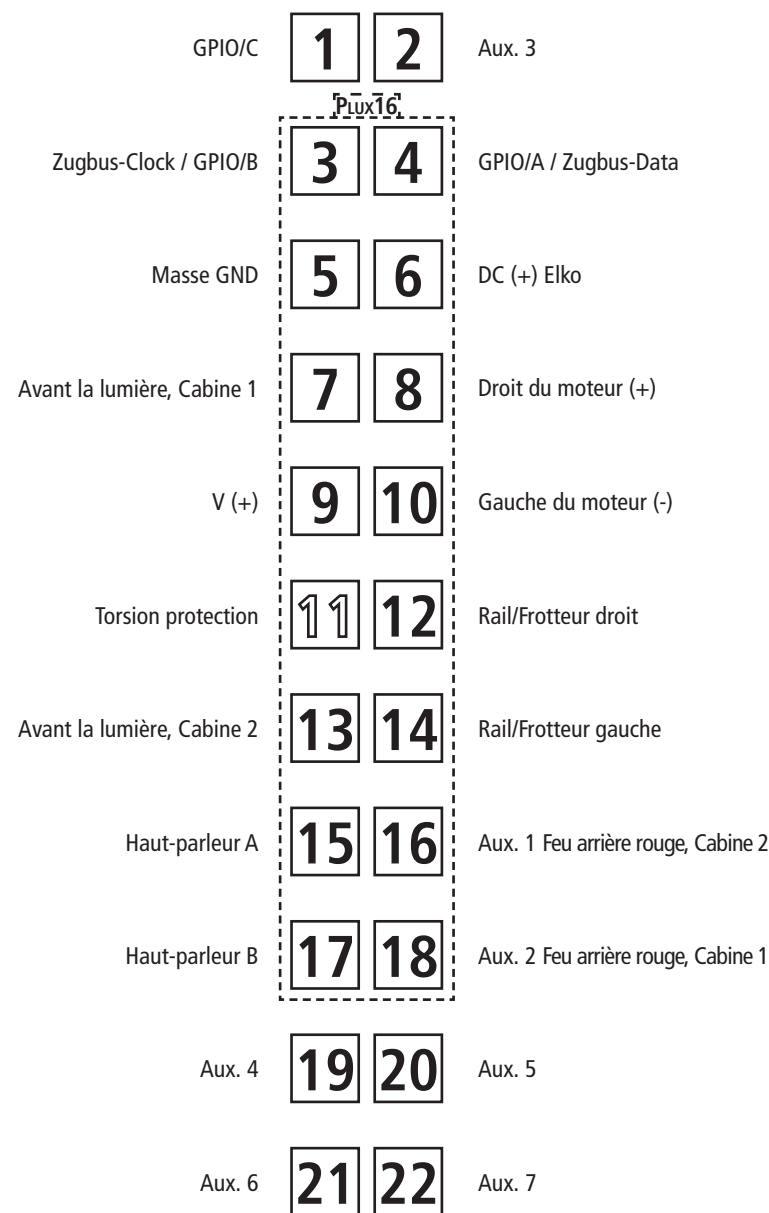

Fig. 7
3. Haftreifenwechsel: Zuerst den Getriebedeckel abnehmen (Fig. 7). Danach den **Radsatz** herausnehmen und die **Haftreifen** mit einer Nadel od. mit einem feinen Schraubendreher abziehen (Fig. 7). Beim Aufziehen der neuen Haftreifen darauf achten, dass diese sich nicht verdrehen.
3. Change of traction tyre: Remove the gear cover (fig. 7). Take out **wheel set** and remove **traction tyre** using a pin or a fine screwdriver (fig. 7). When pressing on the new traction tyre please **avoid twisting it**.
3. Échange des bandages d'adhérence: Démontez d'abord **le couvercle du carter des engrenages** des engrenages (fig. 7). Déloguez ensuite les essieux bandagés et enlevez, à l'aide d'une aiguille ou d'un tourne-vis fin, les bandages d'adhérence (fig. 7). Lors du montage des nouveaux bandages veuillez veiller à ce que les bandages **ne soient pas tordus**.